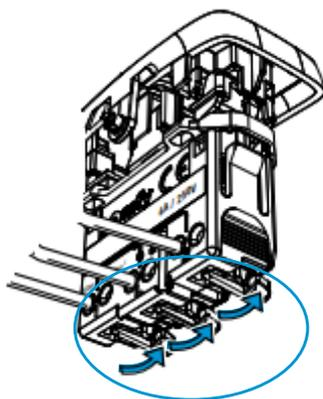

Imagen 17: cierre de pestañas inferiores - INIS 80x80
5. Una vez introducido los cables, cerrar las pestañas para su fijación (imagen 17). Finalmente, introduzca el cuerpo al embellecedor.